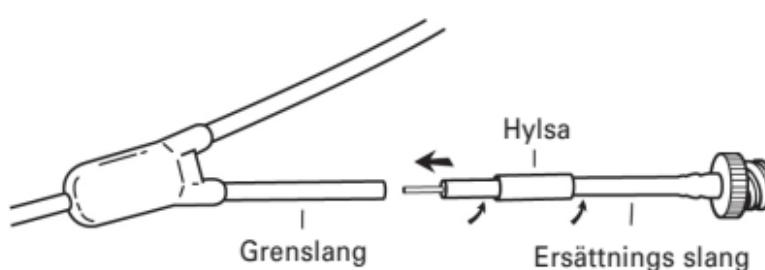

Fig. 12
3. En metallkanyl är monterad i ersättningsslängens ände. Vrid in metallkanylen i grenslängen så långt att ersättningsslängen är 2-3 mm från grenslängen. (Fig. 12)